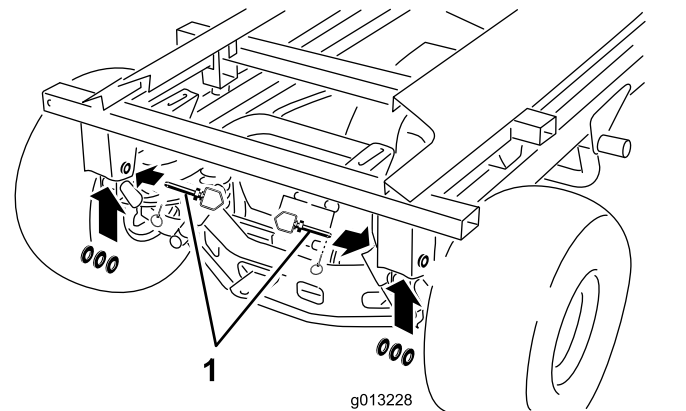

Bild 50
10. Entfernen Sie die hinteren Klappstecker, Anbauvorrichtungsstifte und Scheiben (Bild 50).